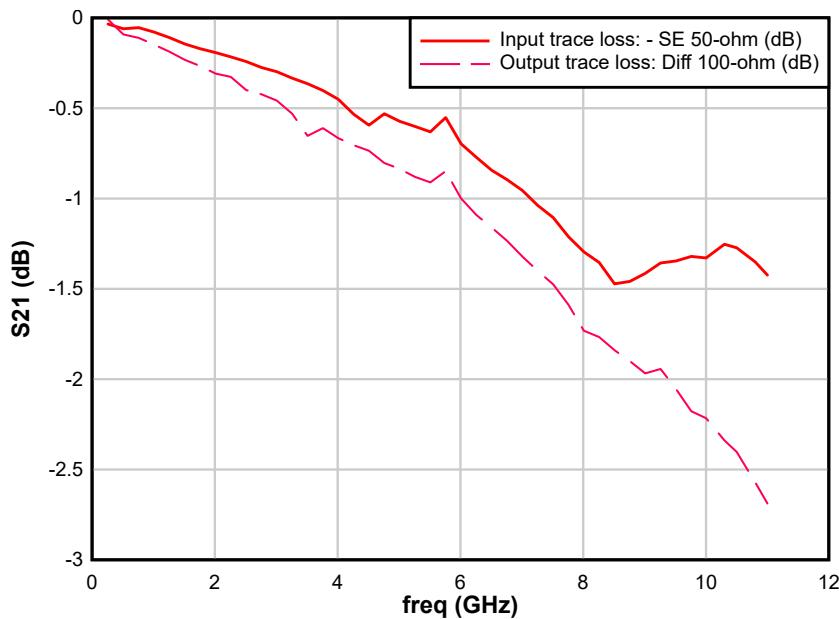

图 3-2. PCB 布线损耗与频率的关系
- 在增益测量期间，必须在器件的输入和输出侧补偿电路板布线损耗。图 3-2 给出了在 EVM 上测量的典型输入和输出布线损耗。